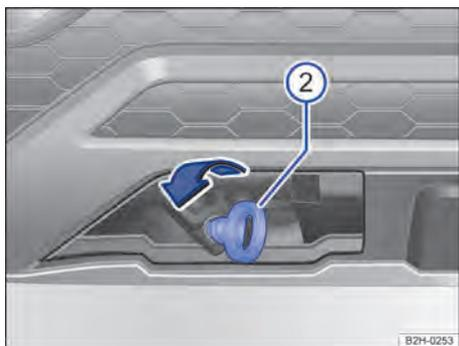

Fig. 169 No para-choque dianteiro à direita: rosquear a argola de reboque.
1. Girar a argola de reboque tão firmemente quanto possível **no sentido da seta** no alojamento → Fig. 169 ②.
2. Utilizar um objeto apropriado com o qual a argola de reboque possa ser rosqueada com firmeza no alojamento → ①.